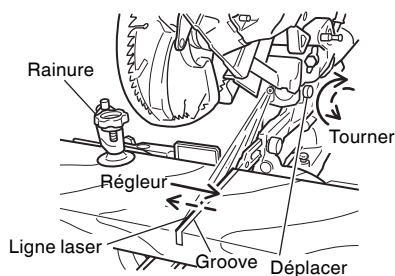

Fig. 20
- (2) Cela fait, tourner le régleur et décaler la ligne laser. (Quand on tourne le régleur dans le sens des aiguilles d'une montre, la ligne laser se décale vers la droite et quand on tourne le régleur dans le sens contraire des aiguilles d'une montre, la ligne laser se décale vers la gauche.) Si on travaille avec la ligne tracée à l'encre sur le côté gauche de la lame de scie, il faut aligner la ligne laser avec le côté gauche de la rainure. (Fig. 20) Si on travaille avec la ligne tracée à l'encre sur le côté droit de la lame de scie, il faut aligner la ligne laser avec le côté gauche de la rainure.